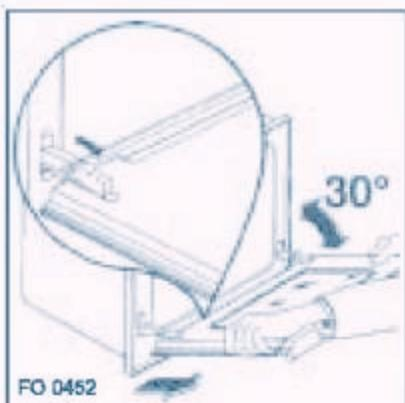

Рис. 6
- полностью откройте дверцу, приподнимите небольшие рычажки, расположенные на двух шарницах, и поверните рычажки внутрь (рис. 6);